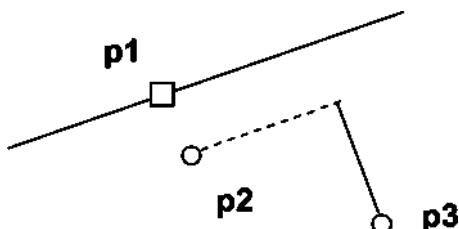

Рис. 1.10 - Построение отрезка, перпендикулярного заданной прямой
- 2) **Перпендикулярный отрезок**: а) указать графическим курсором прямую (точка **p1**), которой должна быть перпендикулярна другая прямая; б) указать графическим курсором последовательно две точки **p2** и **p3** (рис. 1.10).